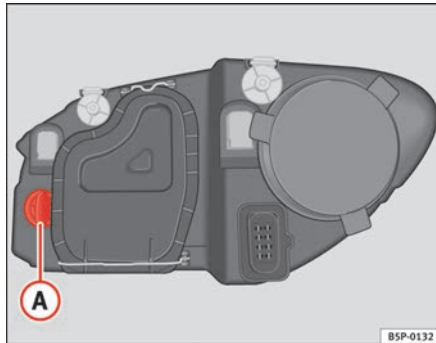

Abb. 177 Glühlampe für Blinker
- Die Fassung ⇒ Abb. 177 **A** nach links drehen und ziehen.